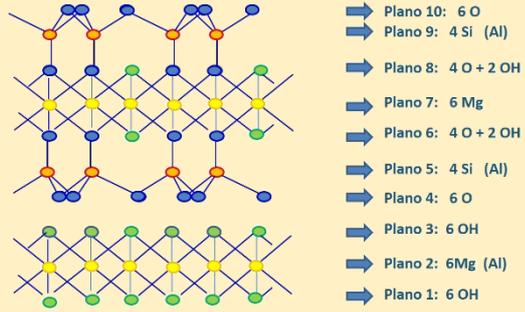

Figura 4. Estructura simplificada de la clorita.
3. **Estructura de la clorita.** La clorita está formada por 4 capas por hoja. Se entiende bien su estructura si se observa que puede formarse adicionando una capa trioctaédrica (planos 1, 2 y 3) a la estructura de talco, que se forma mediante dos capas de tetraedros Si-O y una capa trioctaédrica (figura 4). En las capas trioctaédricas, los huecos de los octaedros están rellenos por cationes  $Mg^{2+}$ .